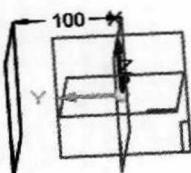
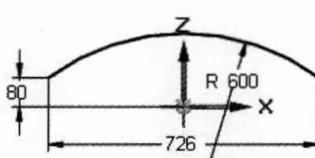

图 3.2 平面 4
图 3.3 草图 1
Step2. 创建草图 1。在 草图 区域中单击 按钮，选取平面 4（图 3.2）作为草图平面，绘制图 3.3 所示的草图 1。